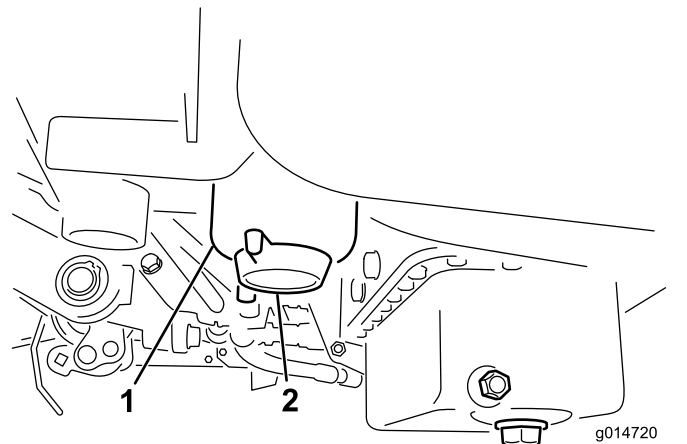

図 38
2. フィルタ容器(図 38)の周辺をウェスできれいにぬぐう。
4. フィルタのドレンプラグを開く 図 38。